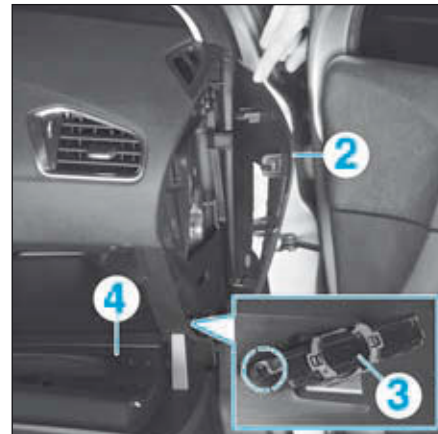

FIG.14
- Dégrafer et déposer la garniture latérale droite (2) (Fig.14).
- Dégrafer le vérin (3) du couvercle de boîte à gants.
- Déposer le couvercle de boîte à gants (4).